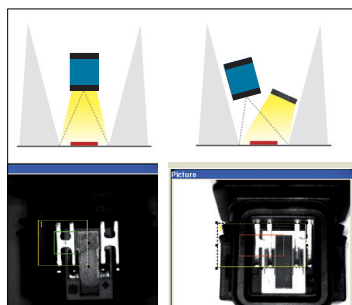

Figure 1 : éclairage linéaire direct
- **l'éclairage linéaire direct** permet d'annuler, sur une pièce, un reflet généré par la lumière directe du capteur (figure 1).